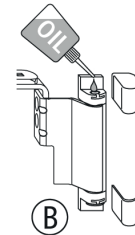
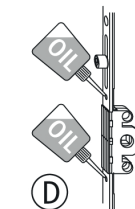

Fig. 2
Fig. 3
- Karmfäste och spanjolett ska smörjas årligen eller vid behov. Vid behov, tag bort kåpan till karmfästet och för på en droppe olja. Ytterligare ställen där olja ska påföras (se fig. 2) är vid låskolvarna över och under låshuset (se fig. 3).